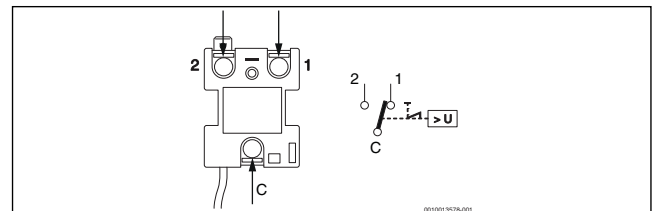

Bild 1 Anschließen des Sicherheitstemperaturbegrenzers
- ▶ Die Drähte des Thermostats auf den neuen Thermostat umstecken (→ Abb. 1)